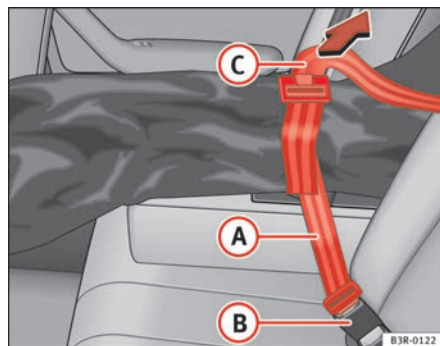

Fig. 121 Sacca portasci fissata al moschettone bloccacintura centrale dei sedili posteriori
- Bloccare la cintura della sacca (A ⇒ fig. 121) nel moschettone bloccacintura centrale (B).
- Stringere la cintura tirandone l'estremità libera (C).